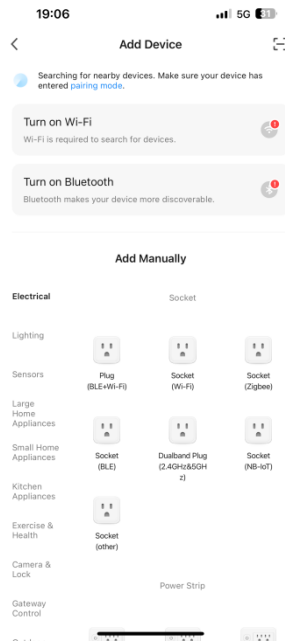

Abb.2
3.2. Erlauben Sie der App in diesem Modus den Zugriff auf WLAN und Bluetooth, um nach Geräten zu suchen. WLAN-Geräte können nur gefunden werden, wenn WLAN aktiviert ist. Bluetooth-Geräte in der Nähe können nur gefunden werden, wenn der Bluetooth-Zugriff erlaubt ist. (Abb.2)